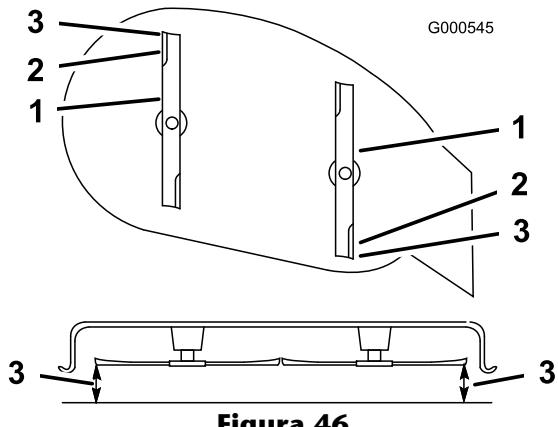

Figura 46
- Impostate l'altezza di taglio alla posizione **D** (76 mm), e fate girare con cautela le lame in modo che siano disposte longitudinalmente (Figura 46).
- Misurate il valore dalla punta della lama anteriore e dalla punta della lama posteriore alla superficie piana (Figura 46). Se la punta